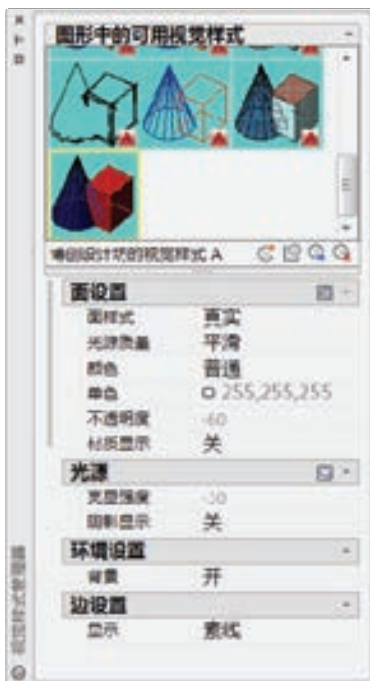

图 9-127 新视觉样式显示在列表中
3) 该新视觉样式出现在“视觉样式管理器”面板的“图形中的可用视觉样式”列表框中,如图9-127所示。接着,在“视觉样式管理器”面板中,根据需要分别进行面设置、环境设置、边设置和光源设置。